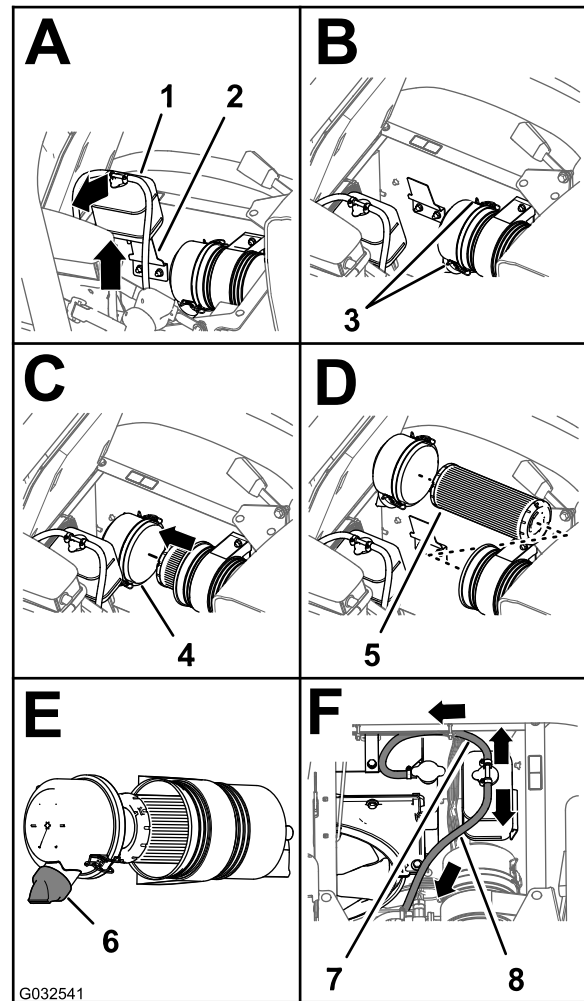

Bild 77
3. Heben Sie den Kühlmittelüberlaufbehälter hoch und von der Behälterstützhalterung ab (Bild 77).
4. Lösen Sie die zwei Riegel, mit denen der Staubdeckel am Luftfiltergehäuse befestigt ist (Bild 77).
6. Wischen Sie die Innenseite des Staubdeckels, des Luftfiltergehäuses und des Staubventils mit einem feuchten Lappen ab (Bild 76 und Bild 77).
7. Setzen Sie den neuen Luftfiltereinsatz in das Luftfiltergehäuse ein (Bild 77).
- Setzen Sie die Abdeckung auf das Luftfiltergehäuse und befestigen die Abdeckung mit den zwei Riegeln (Bild 77).
Hinweis: Stellen Sie sicher, dass das Staubventil zwischen der 5-Uhr- und 7-Uhr-Stellung ist (aus Sicht vom Ende) (Bild 77).
- Fluchten Sie den Kühlmittelüberlaufbehälter mit der Behälterstützhalterung aus und setzen den Behälter fest ein (Bild 77).
Wichtig: Stellen Sie sicher, dass der Druckbegrenzungsschlauch nach vorne und unten und der Behälterentlüftungsschlauch nach hinten verlegt ist, wie in Bild 77 abgebildet.